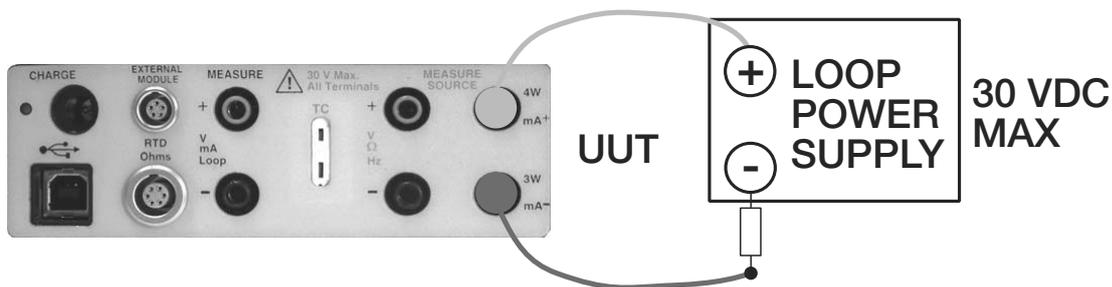

Abbildung 11: Anschlüsse zum Simulieren eines Transmitters
- Schließen Sie den mit 24 V versorgten Messkreis an (siehe Abbildung 11).